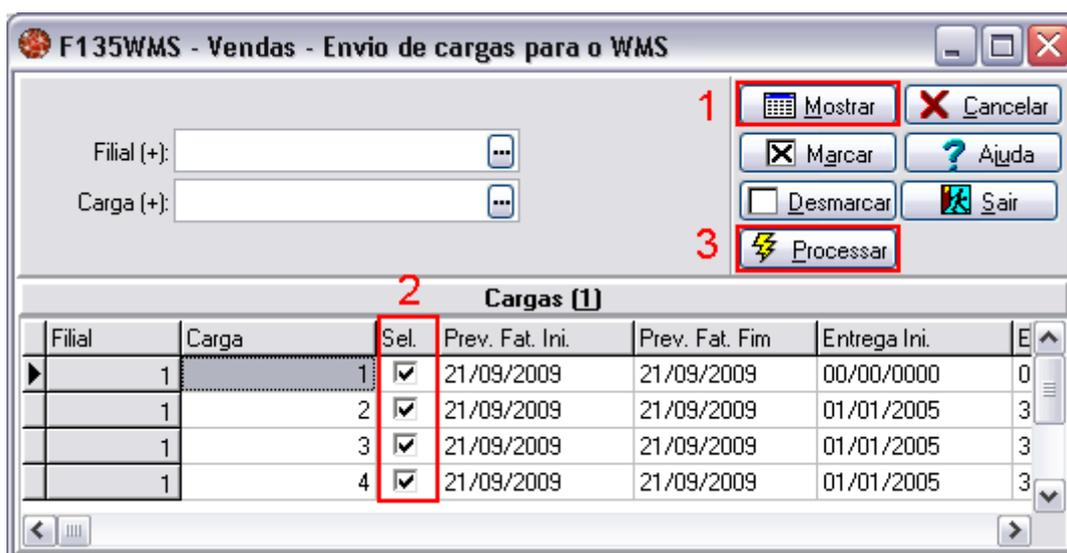

Figura 8
Carga: Utilizando esta forma de saída, forme a Carga no Sapiens em seguida vá em Mercado > Gestão de Distribuição > Cargas > Liberação para envio ao WMS (tela F135WMS) (figura 8) para liberar a carga para o WMS. Para isto, preencha os campos da tela com as informações necessárias e pressione em seguida o botão “Mostrar” (1), na sequência, selecione as cargas que serão enviadas para WMS (2) e pressione o botão “Processar” (3), feito isto, a carga será enviada ao WMS e não poderá ser alterada, sem um retorno do WMS.